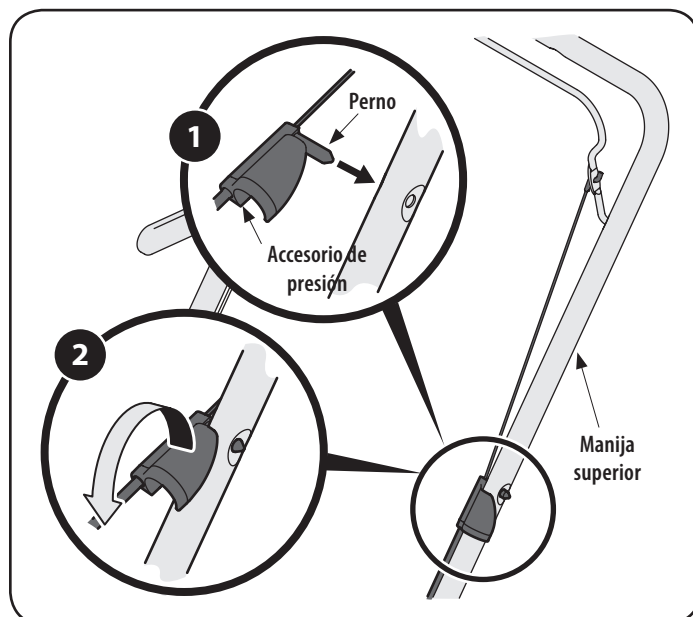

Figura 3
1. Presione el perno que está dentro del accesorio de presión dentro del orificio que se encuentra del lado izquierdo de la manija superior, según se muestra en Figura 3.